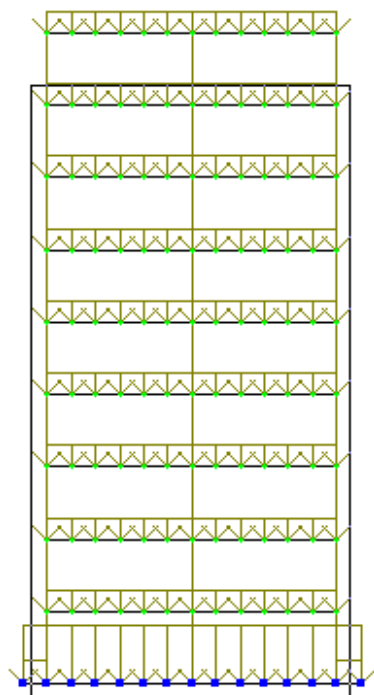

Рис.11.16. Выделение горизонтальных элементов схемы
- Далее выделите остальные элементы ростверка и ригели с первого по восьмой этажи, как это показано на рис.11.16.